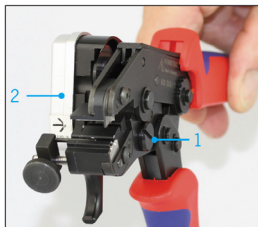

Abb. 11
- Schlitzschraube (1, Abb. 11) lösen und Sicherheitsschneideinrichtung (2, Abb. 11) seitlich aus dem Zangenkörper ziehen.